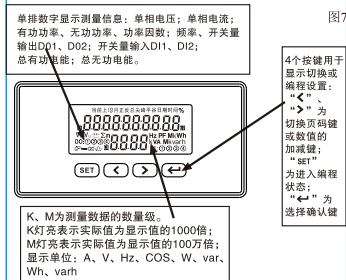

图7
5.2 LCD液晶显示(见图7)
在编程状态下，数显界面采用分层结构的菜单方式，仪表提供单排数字显示：（见图7）